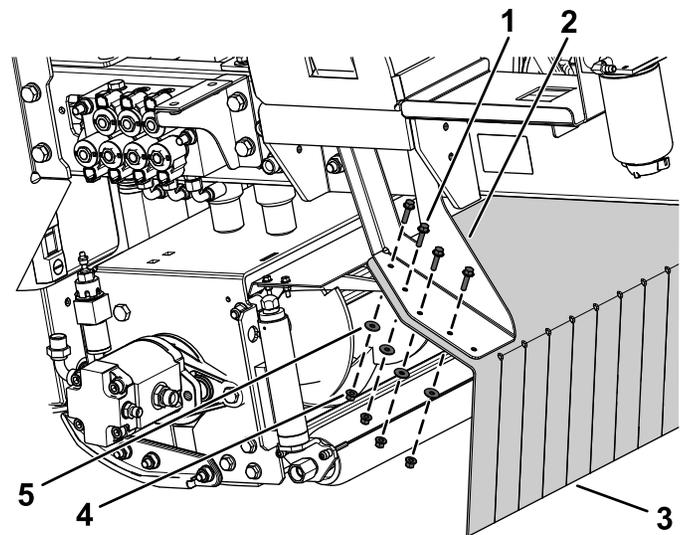

Figure 8
- Fixez le déflecteur large aux supports de bavette gauche et droit à l'aide de 8 boulons à embase (6 x 25 mm), 8 rondelles et 8 contre-écrous (6 mm), comme montré à la Figure 8.